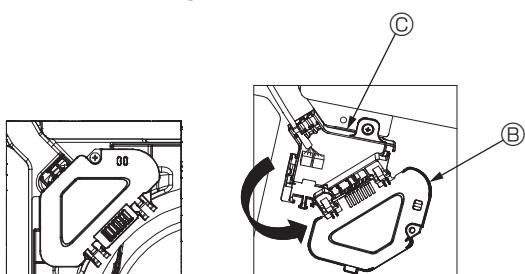

Fig. 7-7
- ③ Снимите один винт, которым крепится крышка коннекторной коробки, а затем откройте крышку. (Fig. 7-7)
- ④ Поместите переходное соединительное устройство проводных линий в коннекторную коробку.
- ⑤ Установите крышку проводов и крышку коннекторной коробки.